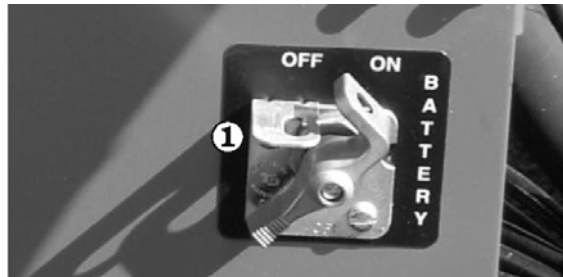

Fig. 8.3
1. Sätt batterifrånskiljaren ① i läge TILL (se Fig. 8.3).